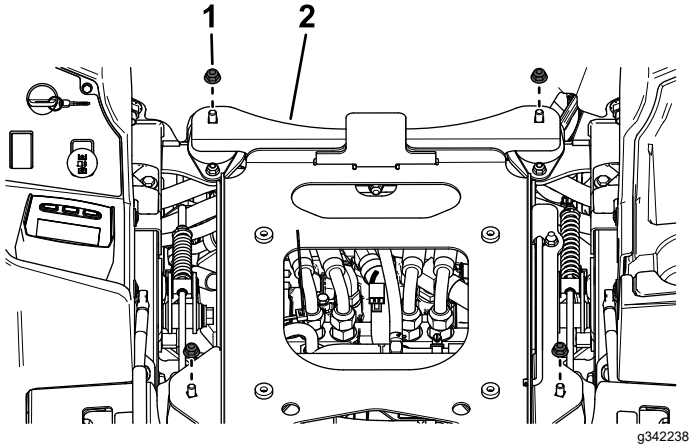

Figure 25
2. Retirez les 4 écrous à embase ($\frac{3}{8}$ ") de la plaque de support du siège (Figure 25).